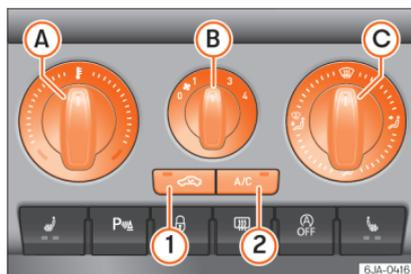

Abb. 169 Klimaanlage: Bedienelemente
Das Kühlsystem arbeitet nur dann, wenn die Taste **A/C** (2) »»» Abb. 169 gedrückt ist und folgende Bedingungen erfüllt sind:
- Drehen Sie den Drehregler **A** »»» Abb. 169 nach rechts, um die Temperatur zu erhöhen.
- Drehen Sie den Gebläseschalter **B** »»» Abb. 169 in eine der Positionen 1 bis 4, um das Gebläse einzuschalten.
- Mit dem Luftverteilungsregler **C** »»» Abb. 169 regeln Sie die Richtung des Luftaustritts »»» Seite 156.
- Taste **A/C** (2) »»» Abb. 169 drücken und die Kontrolllampe in der Taste leuchtet auf.
- Bei erneutem Drücken der Taste **A/C** (2) erlischt die Kontrollleuchte in der Taste.
Wenn der Drehknopf  » » » **Abb. 169** auf der Defrosterstellung steht, die Umluftklappe ist immer offen (Lichtanzeige aus).
- Drücken Sie die Taste  » » » **Abb. 169**, die Kontrollleuchte in der Taste leuchtet auf und zeigt an, dass der Umluftbetrieb im Fahrzeuginneren aktiviert wurde.